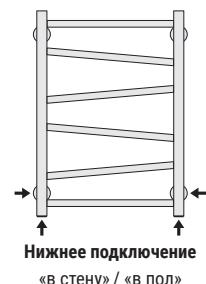
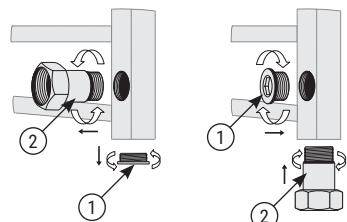

Рис.2
Рис.3
- 4.1. Стандартная комплектация изделий предусматривает нижнее подключение «в стену» и нижнее подключение «в пол» (рис. 2).
- 5.3. Установить на коллектора заглушки (рис. 3 «1») и носики с накидными гайками (рис. 3 «2») в требуемом месте в зависимости от вида подключения (рис. 2, 3).